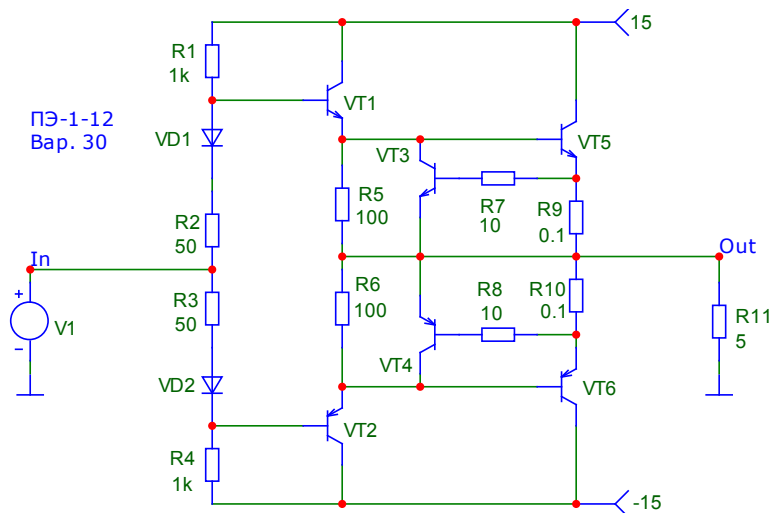

Рисунок 1.5 – Усилитель мощности с защитой по току
5.1. Собрать или загрузить из файла схему двухтактного усилителя мощности с составными транзисторами и защитой по току (рис. 1.5). Задать амплитуду источника синусоидального сигнала  $V1 = 10 \text{ В}$ . Указать в поле схемы группу и номер варианта (номер в журнале посещаемости).